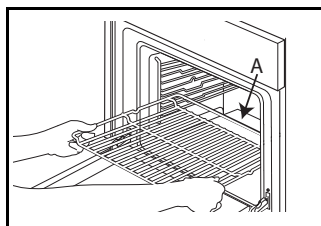

Fig. 1
1. Introduza a grelha metálica na horizontal, com a parte "A" virada para cima (Fig. 1).